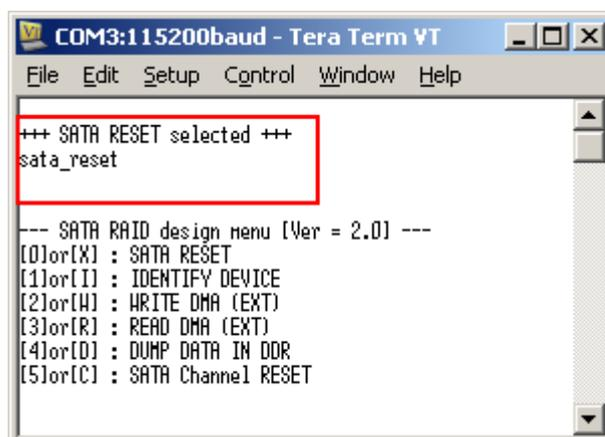

図 3-1: SATA Reset メニュー実行時の画面
- ‘0’または‘X’キーにより 4 チャンネル全ての SATA における SATA-IP と PHY モジュールの両方に対してハードウェア・リセットを発行します。このメニューにより SATA のイニシャライズ処理が再実行され、図 3-1 に示すコンソール画面のように“SATA RESET selected”と表示されます。